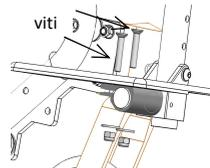

fig. 7.4: Regolazione inclinazione
• Regolazione angolo di inclinazione del poggiaiedi (fig. 7.4):